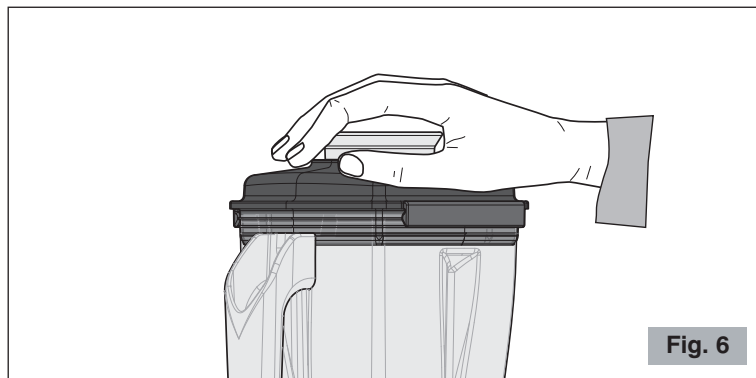

Fig. 6
- 5 Selezionare la velocità desiderata con il selettore  per i modelli B185 e B280 oppure con la manopola (13 Fig. 1a) per il modello B284 e, mantenendo una mano sul coperchio, accendere il motore premendo il tasto  (Fig. 6).